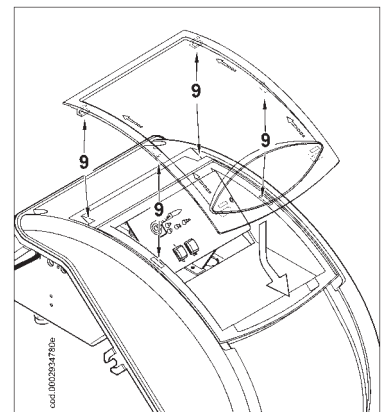

图5
5) 如图5所示， 正确放回透明罩： 将透明罩的钩子置于钩槽内， 沿箭头方向推动透明罩， 直到钩子钩住盖板。这样电控箱就密封良好的了。